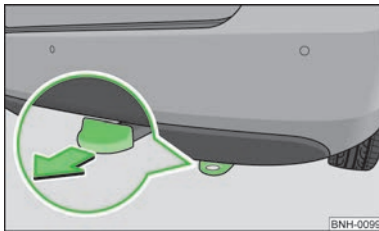

Abb. 120
- » Abb. 120. Nach der Benutzung der Abschleppöse ist die Schutzkappe wieder einzusetzen.